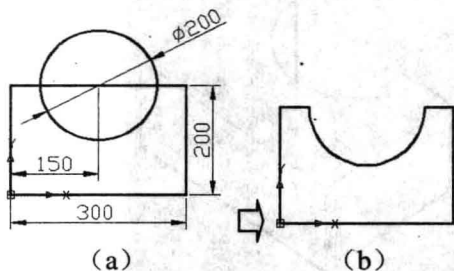

图 1-17 绘制和修剪草图
(1) 单击“绘图”工具栏上的“矩形”按钮, 绘制如图 1-17 (a) 所示的矩形。命令行如下:
(2) 单击“绘图”工具栏上的“圆”按钮, 绘制如图 1-17 (a) 所示的圆, 命令行如下:
(3) 单击“修改”工具栏上的“修剪”按钮, 效果如图 1-17 (b) 所示。命令行如下: